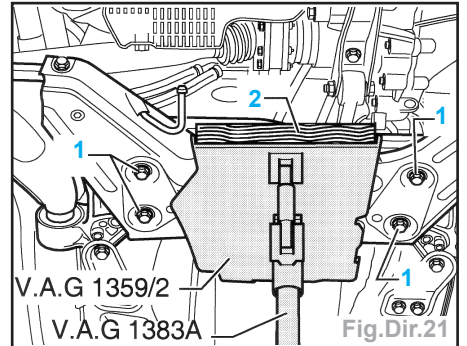

Fig.Dir.21
- Mettre la garniture en bois (490 x 270 x 50 mm) (2) dans l'appui, par ex. -V.A.G 1359/2 (Fig.Dir.21).
- Installer par derrière le mécanisme de servodirection sur le support du groupe motopropulseur abaissé et serrer manuellement les nouvelles vis hexagonales (1) (Fig.Dir.21).